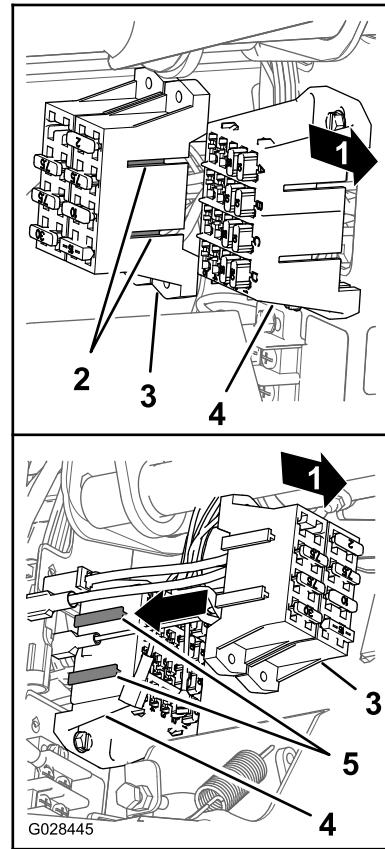

Bild 26
4. Fließen Sie die T-Anschlussstücke am Sicherungskasten für das Sprühfahrzeug mit den T-Schlitten des Sicherungskastens für die Maschine aus und schieben Sie den Sicherungskasten des Sprühfahrzeugs in die Schlitze, bis der Sicherungskasten einrastet (Bild 26).